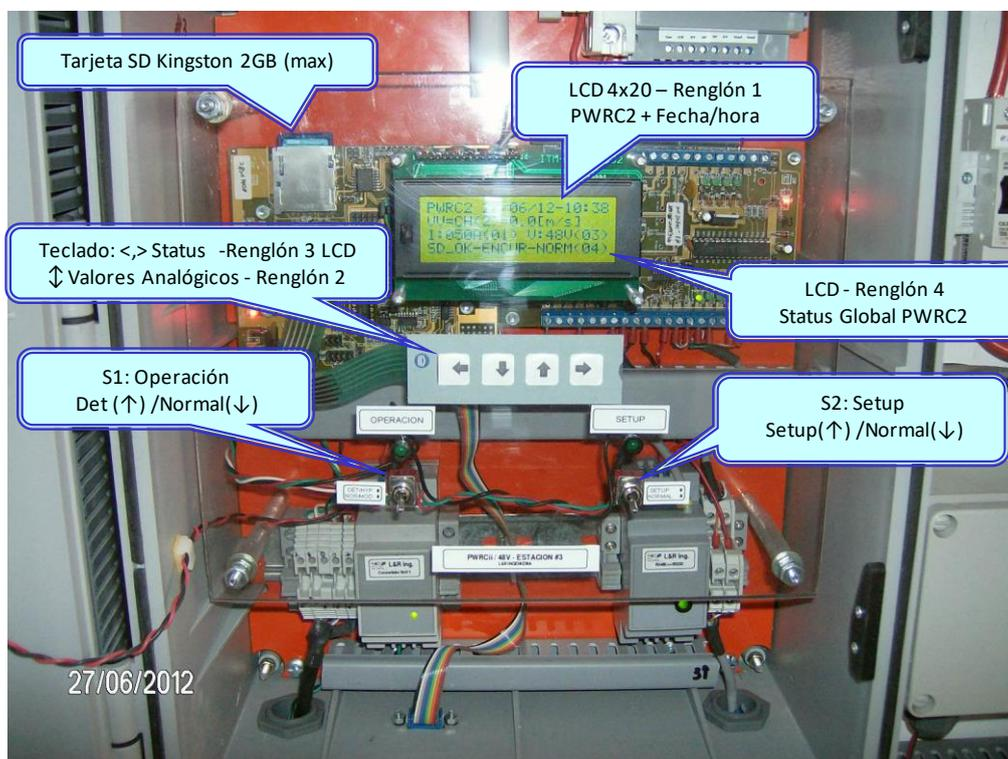
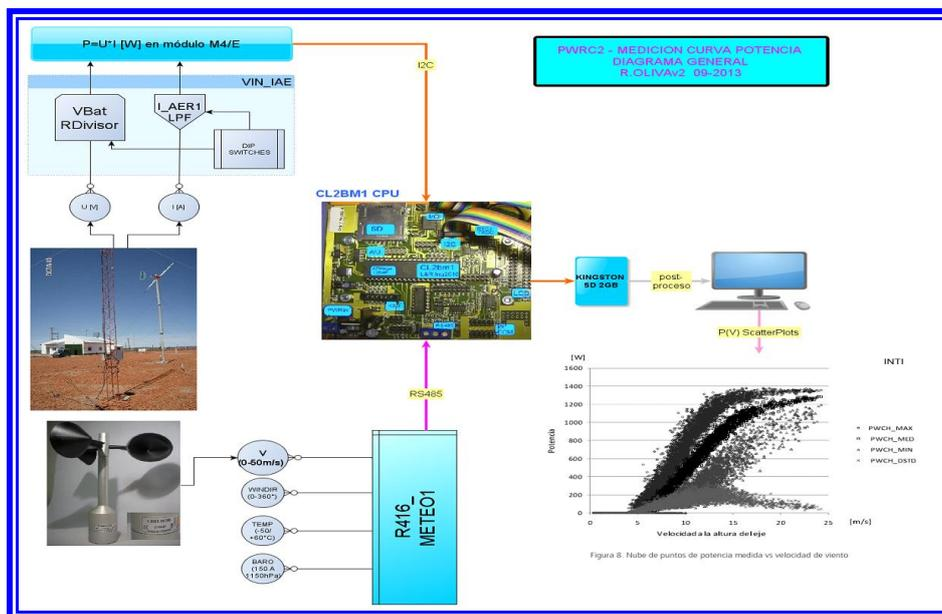

Figura 1 – Sistema PWRC2 unidad #3, configurada para 48V/50A (Cutral-Co – Neuquén)
Figura 3 – Principio de operación del Sistema PWRC2/BattChg para ensayo de curvas de potencia en pequeños aerogeneradores
Los equipos tienen una interfaz de usuario sencilla vía LCD, un teclado táctil de 4 contactos y dos llaves de operación, a través del cual pueden ajustarse la mayoría de las funciones. Las llaves de operación ubicadas en el panel frontal (S1 - Operación y S2 - Setup) permiten seleccionar los modos básicos de operación (Figura 1). A través de un cable serie o USB, se puede conectar a una PC para modificar parámetros especiales o de calibración (modo Setup), utilizando un aplicativo especial o un programa tipo terminal estándar (Hyperterminal o simil.)¹. Hacia la izquierda y arriba de dicho panel frontal, se encuentra el zócalo para la tarjeta SD Kingston de 2GB que sirve como unidad de almacenamiento para los archivos de la prueba.
Los equipos PWRC2 facilitan la aplicación de la norma indicada, y se basan en la adquisición simultánea de variables del aerogenerador (para determinación de la potencia) y variables meteorológicas desde una torre de medición ubicada de modo de capturar el viento incidente sobre la turbina a la altura del rotor (Figura 3).
V.1.c) Estado de las llaves del panel frontal S2,S1 Las llaves S2, S1 se observaron en la Figura 1 y en Figura 3, y determinan lo siguiente:
Esta variable Global_Status (Se muestra permanentemente en el renglón 4 del LCD, ver Figura 1) es la que controla la evolución futura del programa. Se computa como una suma con pesos: